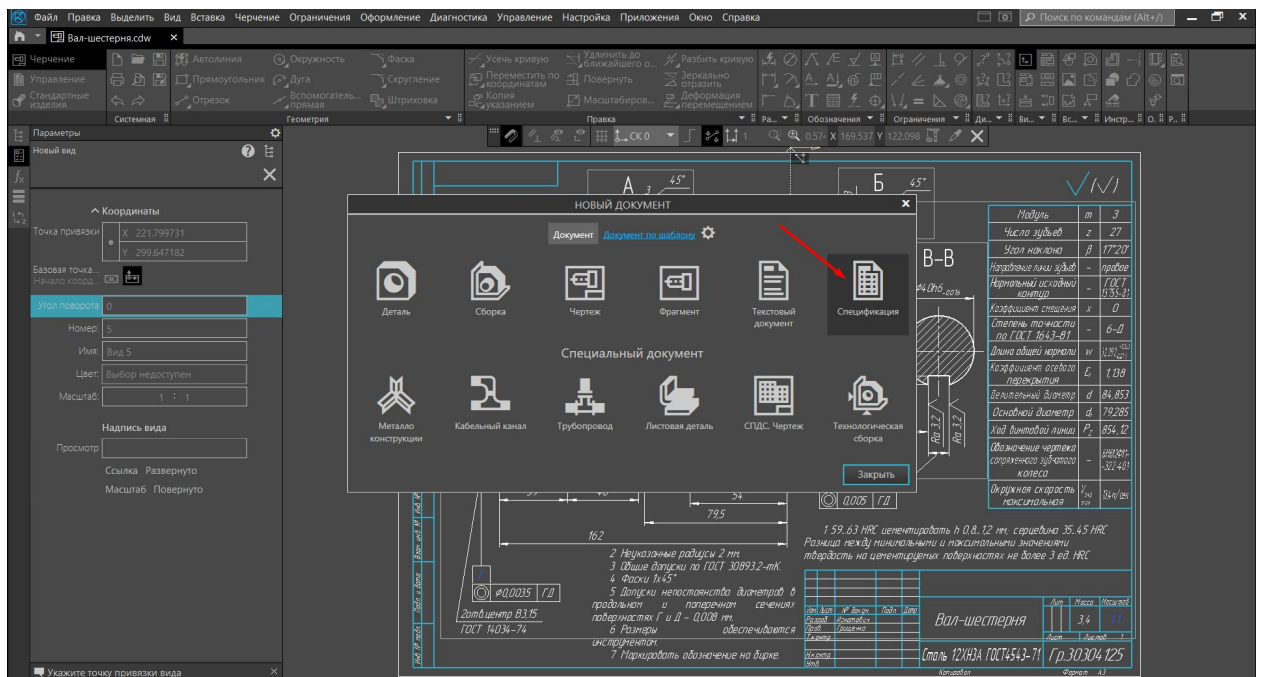

Рис. 33
- Не заполняя основную надпись, сохраните файл спецификации под любым именем (См. рис. 33).